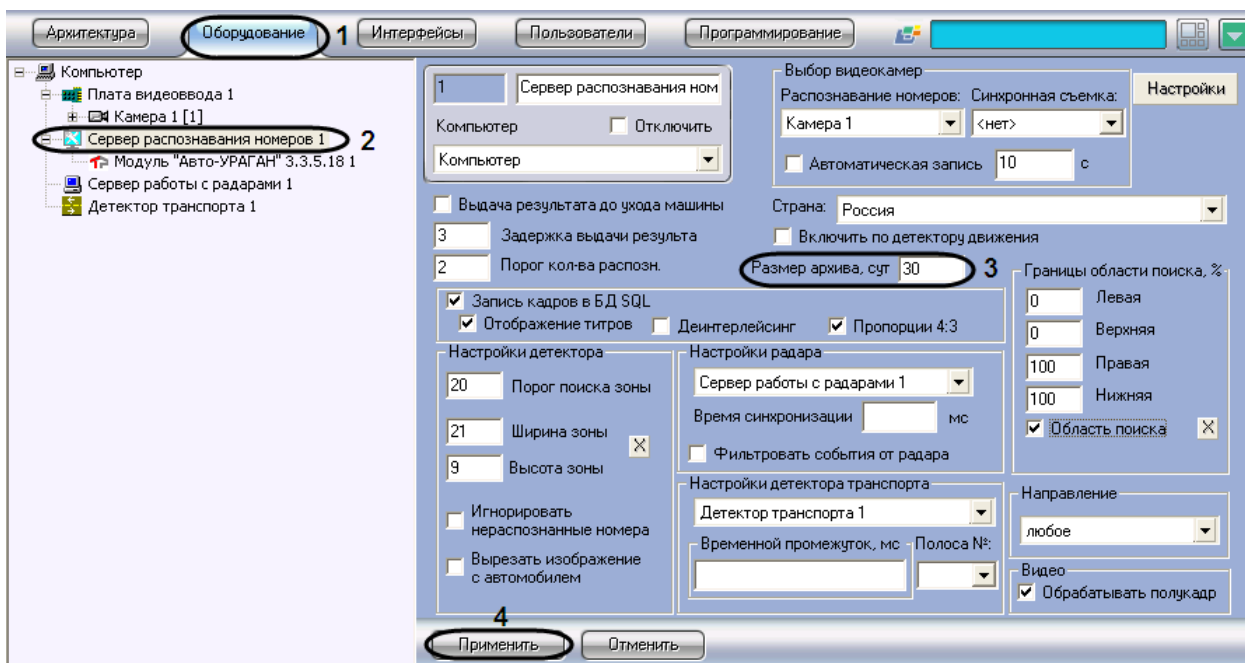

Рис. 7.2-18. Настройка глубины хранения записей в базе данных
1. В диалоговом окне «Настройка системы» перейти на вкладку «Оборудование» (см. Рис. 7.2-18, 1).
2. В дереве объектов на вкладке «Оборудование» выбрать объект «Сервер распознавания номеров», соответствующий активированному программному модулю «Авто-УРАГАН 3.3.5.18», «САРМЕН-паркинг» или «САРМЕН-Авто» (см. раздел «Активация программного модуля, используемого для распознавания номеров», Рис. 7.2-18, 2). В правой части вкладки «Оборудование» отобразится панель настройки выбранного объекта
3. В поле «Размер архива, сут» указать глубину хранения записей в базе данных (см. Рис. 7.2-18, 3). Параметр «Размер архива, сут» измеряется в днях.
4. Нажать кнопку «Применить» (см. Рис. 7.2-18, 4).